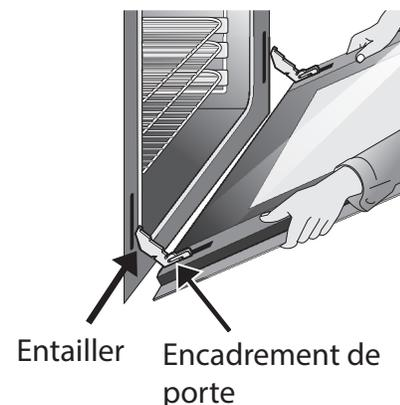

Figure 45 : Retrait ou remplacement de la porte du four
3. Avant de terminer cette étape, soyez prêt à soutenir le poids entier de la porte du four tout en la saisissant par les côtés avec les deux mains. Tenez les côtés de la porte du four par le milieu. Fermez la porte du four à environ 4 po. du cadre de la porte. La porte du four doit se dégager elle-même du cadre. (Figure 45).
2. Positionnez l'angle de la porte par rapport à l'angle de retrait de la porte et, avec précaution, insérez complètement et uniformément les bras de charnières de la porte dans les nervures des charnières de la porte. Libérez-vous prudemment du poids de la porte de manière à ce que le four soutienne la porte. (Figure 45).